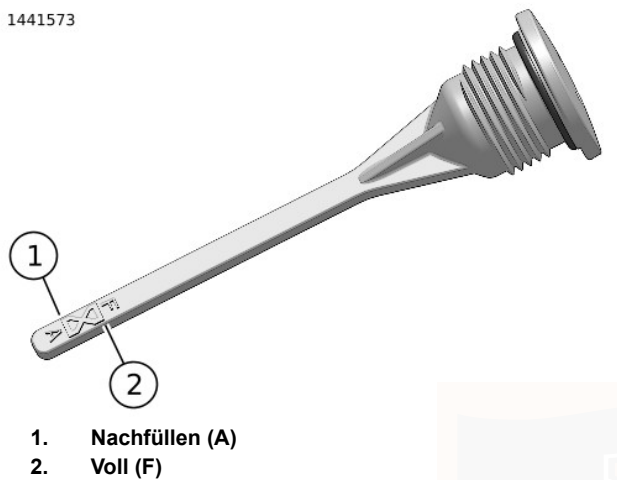

Abbildung 95. Getriebeschmiermittelstand
4. Siehe Abbildung 95. Einfüllverschlussstopfen/Ölmesstab entfernen. Den Schmiermittelstand auf dem Ölmesstab prüfen. Der richtige Ölstand liegt zwischen den Markierungen Add (A) (1) und Full (F) (2).
1. Siehe Abbildung 95. Den Getriebeeinflussverschlussstopfen/Ölmessstab entfernen.
6. Den Schmiermittelstand prüfen. Ausreichend Schmiermittel zugeben, bis der Füllstand zwischen den Markierungen A (Hinzufügen) und F (Voll) liegt. Siehe Abbildung 95.